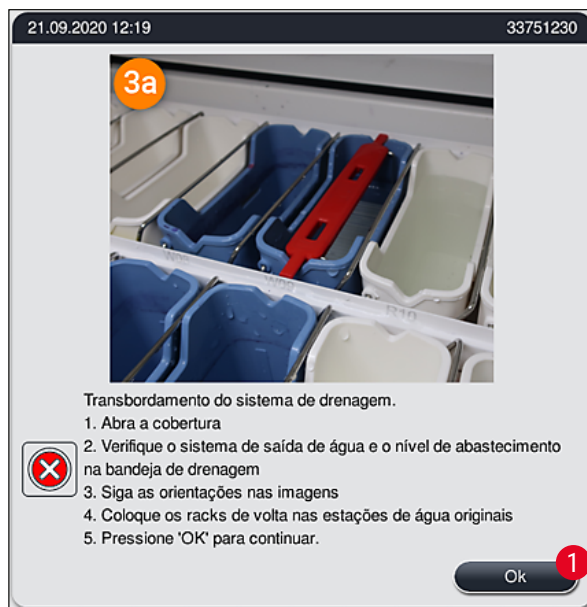

Fig. 122
Um bloqueio do sistema de drenagem da água pode ser causado por uma peneira de drenagem bloqueada (→ "Fig. 100-1") ou drenagem de água (→ "Fig. 7-1"). Tal bloqueio pode causar um nível de água de enxague na bandeja de drenagem. Como resultado, um nível de água crítico pode ser atingido no aparelho. O usuário recebe então uma mensagem de erro na tela (→ "Fig. 122") e um alarme soa. A mensagem de erro fornece a orientação do usuário para resolver o bloqueio por meio de uma sequência de imagens repetitivas (→ "Fig. 124").
- Se o nível da água na bandeja de drenagem ficar abaixo do nível crítico durante a solução do processo, a mensagem (→ "Fig. 122") desaparece e outra mensagem na tela informa o usuário que o processo de coloração pode continuar.